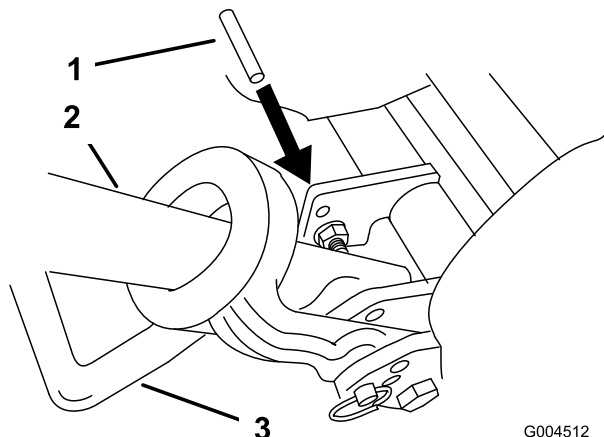

図 13
2. キック・スタンドを立てる。キック・スタンド取り付けボルトの上にあるフレームの穴に、6 mm 径のピン (図 13) を差し込む。